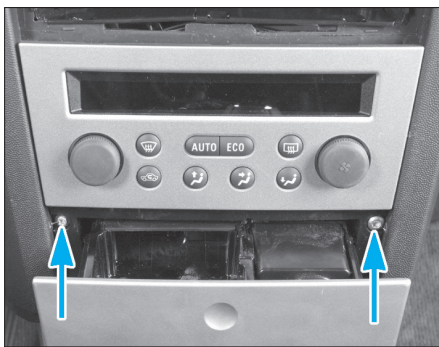

FIG. 13
- les deux vis inférieures du tableau de commande (Fig.13).